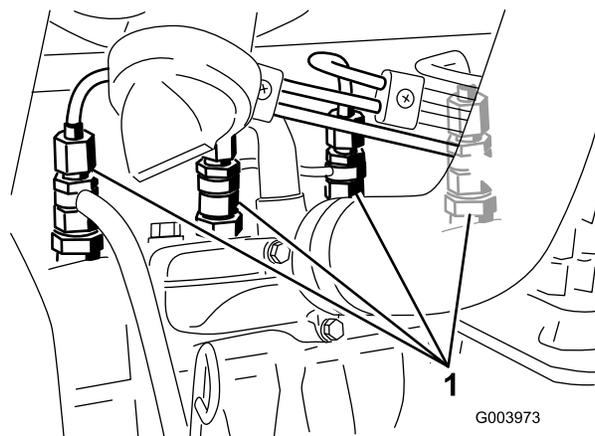

Рисунок 57
1. Ослабьте соединитель, крепящий трубку к соплу № 1 и держателю в сборе (Рисунок 57).